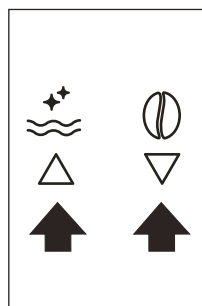
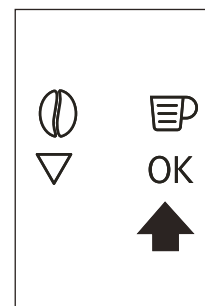

Fig. 9
Fig. 10
- Utilice los iconos Δ ∇ (B7 y B8) para seleccionar el idioma deseado (Fig.9). Cuando aparezca el mensaje "PRESS OK TO CHOOSE ENGLISH" (pulse ok para seleccionar el ingles), pulse el icono OK (B9) (Fig. 10) durante 3 segundos hasta que aparezca el mensaje "ENGLISH INSTALLED" (ingles instalado). Si configura un idioma incorrecto, siga las instrucciones en la sección "Configurar idioma". Si su idioma no está disponible, seleccione uno de los idiomas mostrados. Las instrucciones hacen referencia a la versión en inglés. Después, siga las instrucciones visualizadas.
- Pulse la tecla táctil  (B9) (Fig. 10) al cabo de varios segundos, sale un poco de agua del surtidor.